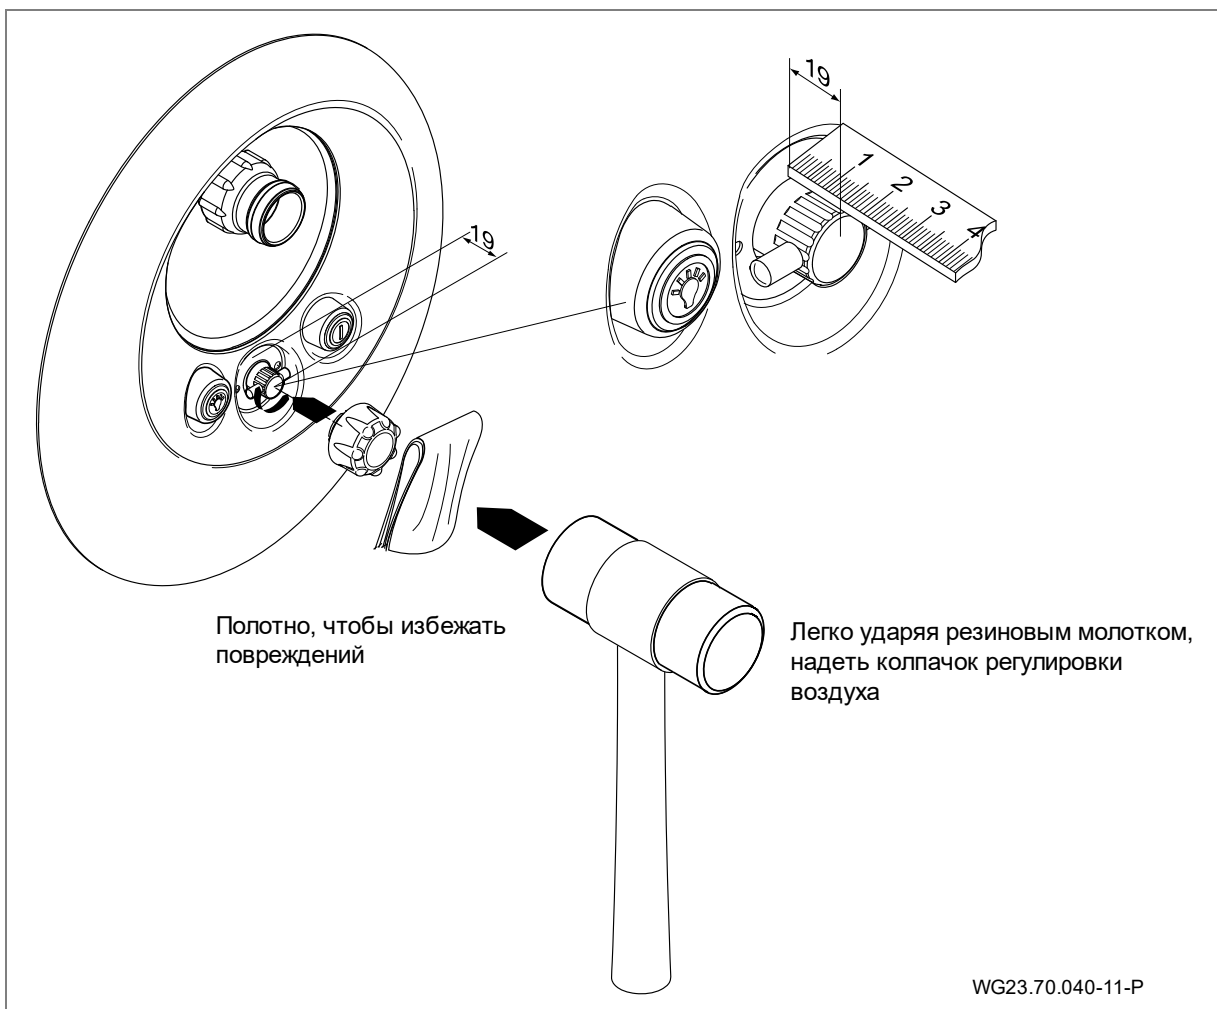

Рис. 22
11. Установить заглушку системы регулирования воздуха. (Рис. 22)
12. Подсоединить струйный насос (92) с помощью половинного резьбового соединения (98, 99, 100), резинового уголка (79) и соответствующих зажимов (75) на встраиваемом корпусе (1) со стороны всасывания и стороны нагнетания.